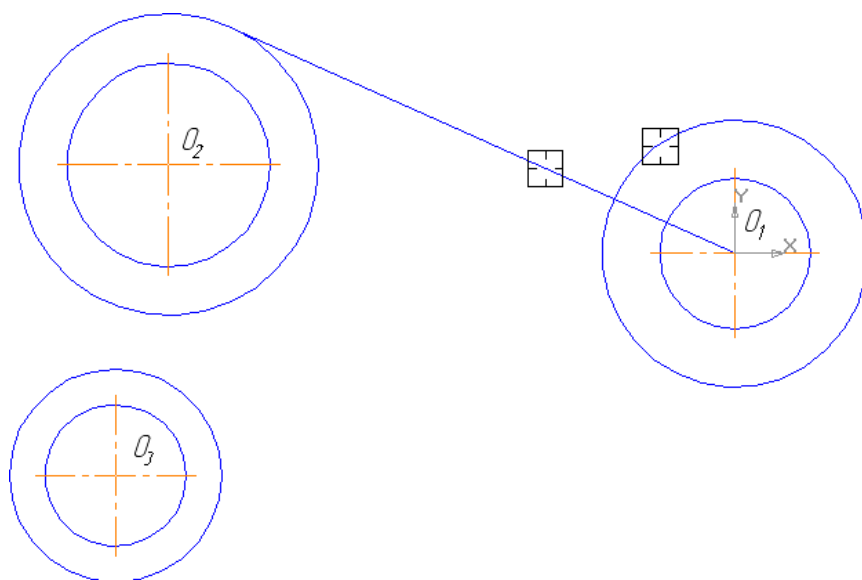
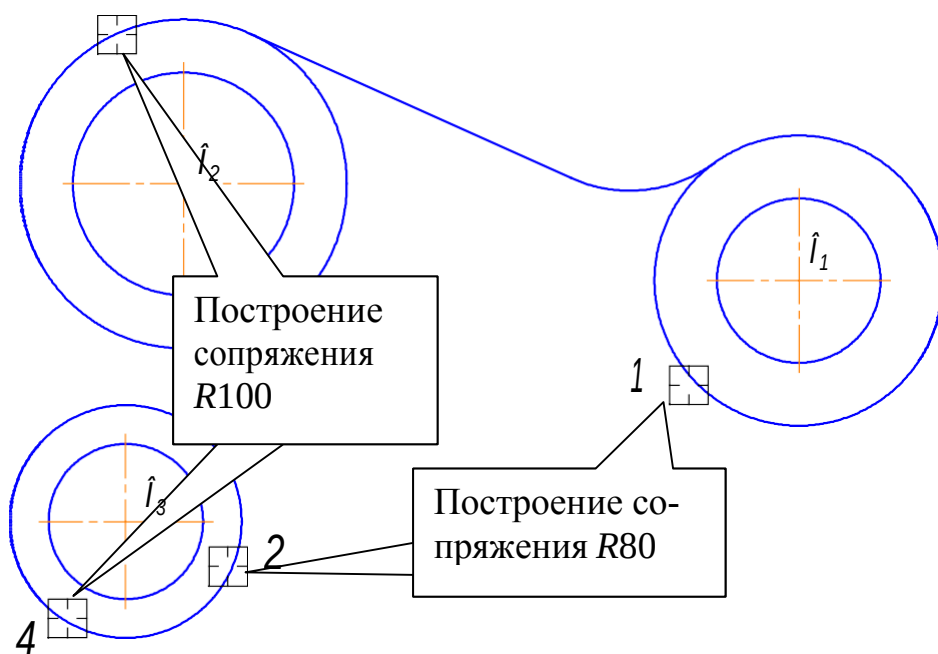
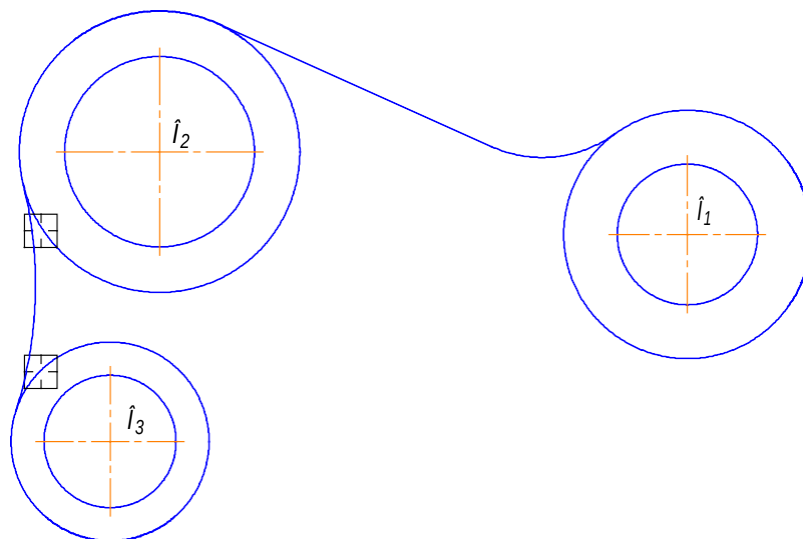

Рис. 3
Рис. 4
Рис. 5
2. Постройте отрезок, проходящий через центр O_1 касательно к окружности, имеющей радиус 34 мм. Для этого активизируйте команду **Касательный отрезок через внешнюю точку** . На запрос системы *Укажите кривую для построения касательного отрезка* курсором укажите окружность, рис. 3, на запрос системы *Укажите начальную точку отрезка* подведите курсор к началу координат. После срабатывания привязки **Ближайшая точка** зафиксируйте точку. Система создаст два варианта отрезка, удовлетворяющих заданным условиям. Верхний вариант будет отображаться сплошной линией, то есть будет текущим. Нижний вариант будет отображаться штриховой линией, то есть будет дополнительным. Щелчком на кнопке **Создать объект**  на панели специального управления создайте верхний (текущий) отрезок. Щелчком на кнопке **Прервать команду**  откажитесь от создания нижнего отрезка.
Включите кнопку **Скругление**  на панели **Геометрия** . В поле **Радиус скругления** в Строке параметров введите значение «30». После этого укажите мишенью на отрезок и на окружность, рис. 3. Результат выполнения операции показан на рис. 4.
Аналогично постройте плавные сопряжения дугами $R100$ и $R80$ (рис. 4). При выполнении скруглений большое значение имеет место указания объектов. Если при выполнении скругления $R100$ Вы укажете окружности в точках 1 и 2, рис. 5, то система выполнит построение другого варианта сопряжения.